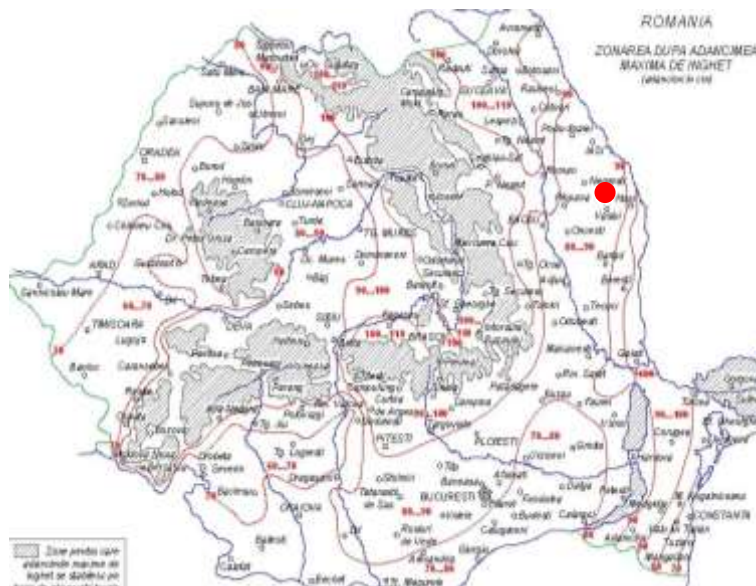

fig.5 .Zonarea dupa adancimea maxima de inghet
d) Adâncimea de înghet - Conform STAS 6054-89 este de 0,90 (fig. 5)